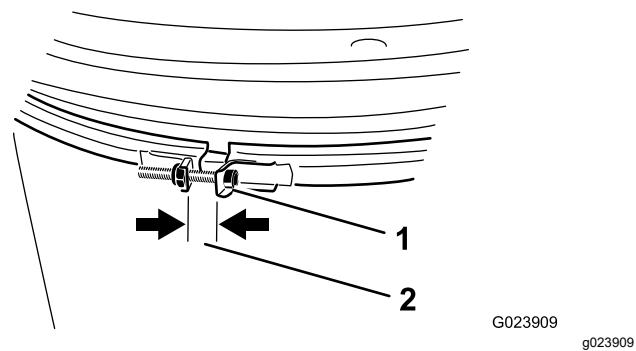

Figura 26
1. Compruebe la abrazadera de la tobera (Figura 26) cada día para asegurarse de que está bien apretada.